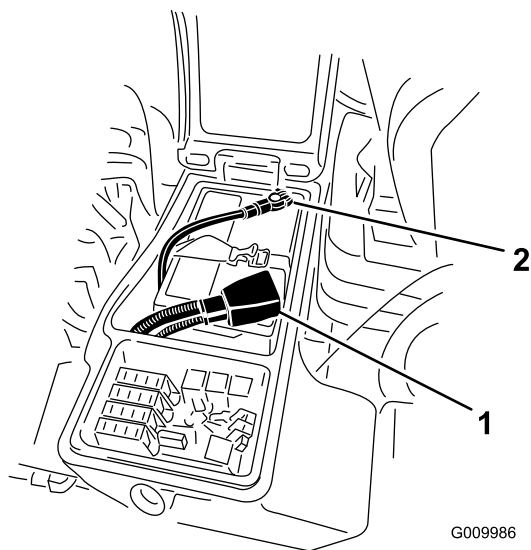

Figura 56
3. Desconecte el cable negativo (negro) del borne negativo (-) y el cable positivo (rojo) del borne positivo (+) de la batería (Figura 56).
6. Conecte el cable positivo (rojo) al borne positivo (+) y el cable negativo (negro) al borne negativo (-) de la batería (Figura 56).